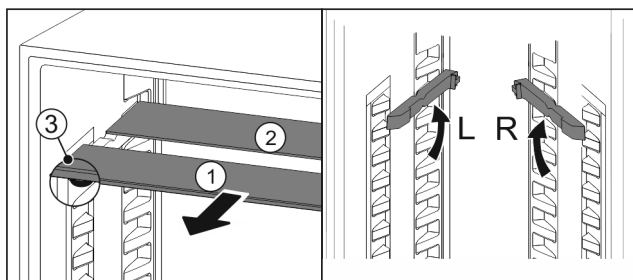

Fig. 23
- Посуньте Fig. 23 (1) скляну панель вперед.
- ▷ Скляна панель Fig. 23 (1) з декоративною планкою лежить спереду.
- ▷ Стопори Fig. 23 (3) показують вниз.